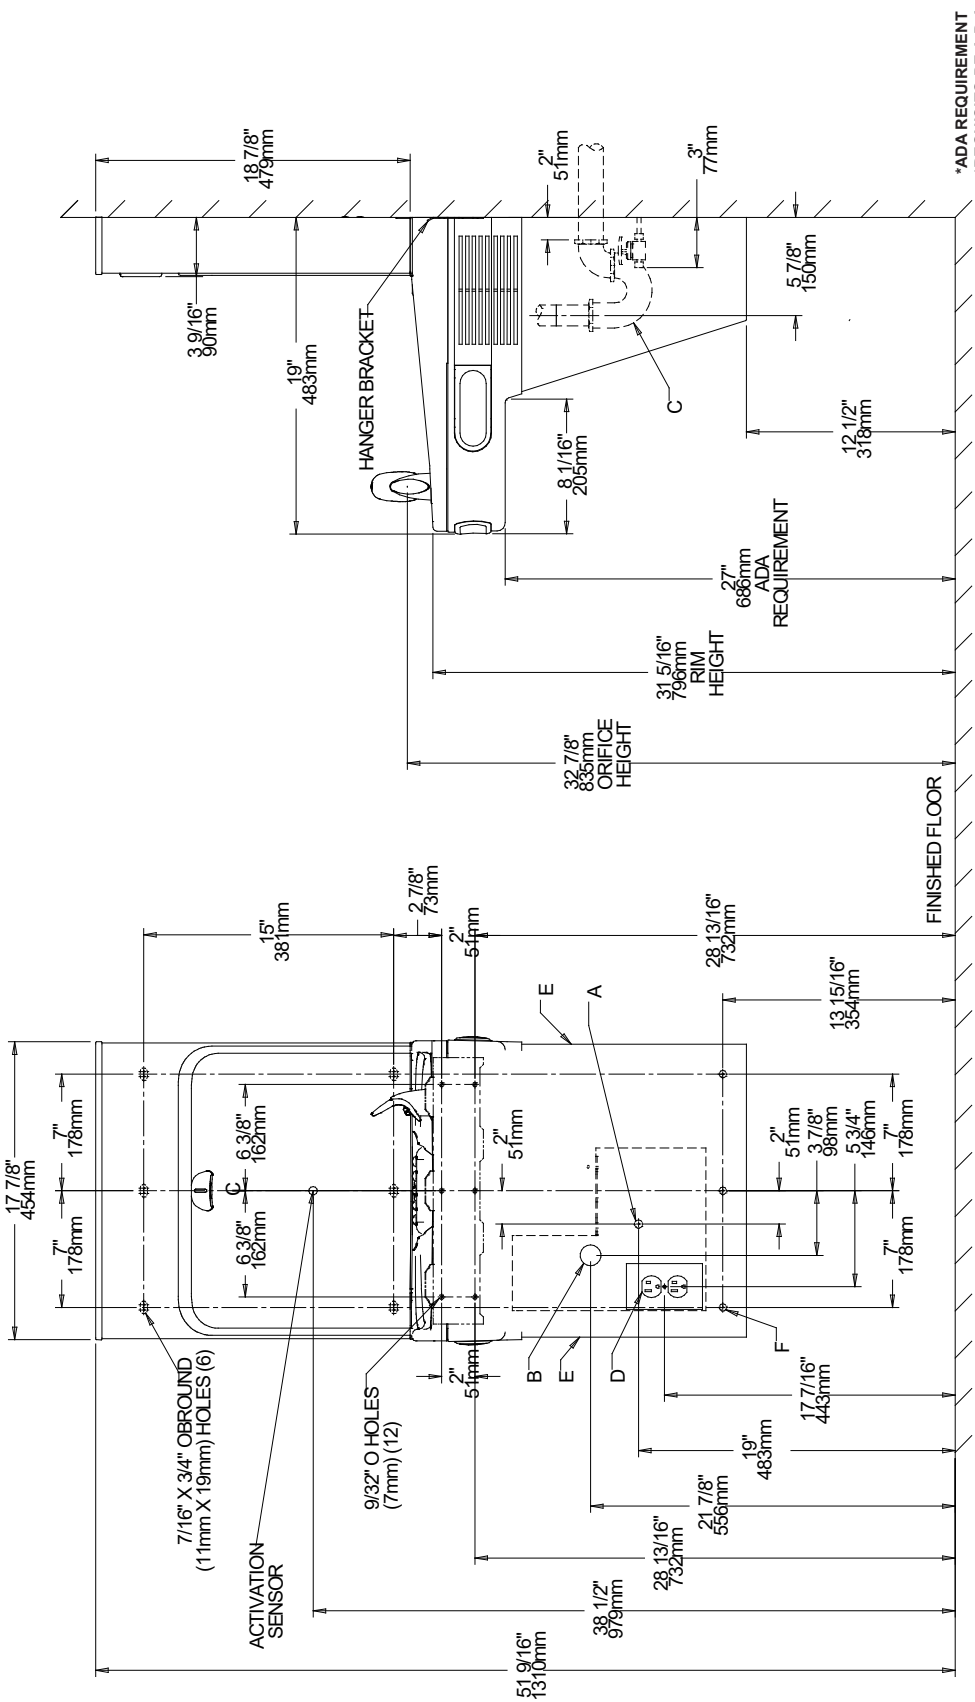

Fig. 2
- 1) Remove hanger brackets fastened to back of cooler by removing one (1) screw.
- 2) Mount the hanger brackets as shown in Figure 2.
- 3) Hang the cooler on the hanger bracket. Be certain the hanger bracket is engaged properly in the slots on the cooler back as shown in Figure 2.
- 4) Remove the four (4) screws holding the lower front panel at the bottom of cooler. Remove the front panel by pulling straight down and set aside.
- 1) Retire el soporte fijador que se encuentra conectado a la parte posterior del enfriador sacando un (1) tornillo.
- 2) Monte el soporte fijador de la manera descrita en Fig. 2.
- 1) Retirez le support de suspension fixé au dos du refroidisseur en retirant une (1) vis.
- 2) Montez le support de suspension comme indiqué dans la figure 2.
- 3) Pendez le refroidisseur au support de suspension. Assurez-vous que le support est correctement inséré dans les emplacements au dos du refroidisseur, comme indiqué dans la figure 2.
- 4) Retirez les four (4) vis maintenant en place le panneau frontal au bas du refroidisseur. Retirez le capot inférieur en tirant vers le bas et mettez-le de côté.